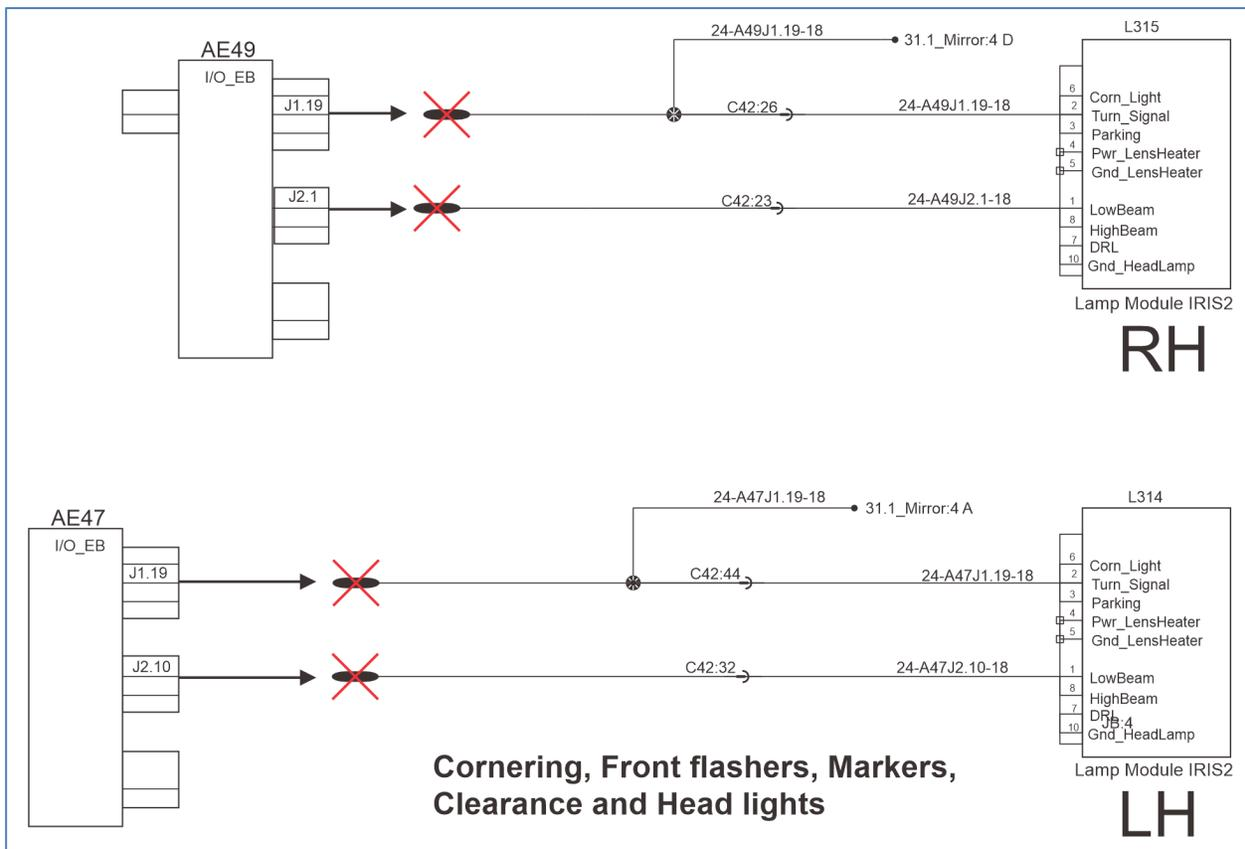

FIGURE 9
6. Débranchez le circuit du clignotant droit (A49J1.19) du module MUX AE49 à J1.19. Couper et jeter le terminal (Figure 9).
7. Débranchez le circuit du feu de croisement droit (A49J 2.1) du module MUX AE49 à J2.1. Couper et jeter le terminal (Figure 9).
8. Débranchez le circuit du clignotant gauche (A47J1.19) du module MUX AE47 à J1.19. Couper et jeter le terminal (Figure 9).
9. Débranchez le circuit du feu de croisement gauche (A47J 2.10) du module MUX AE47 à J2.10. Couper et jeter le terminal (Figure 9).